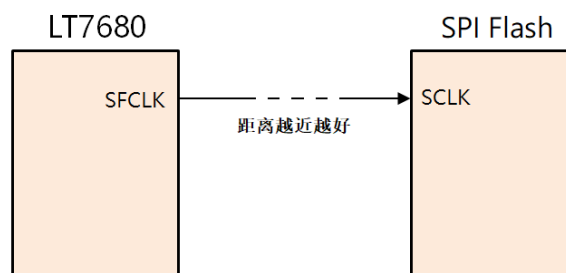

图 10: LT768 接到 SPI Flash 的电路
- LT768x 接到 SPI Flash 的信号距离越短越好 (如图 10) 。